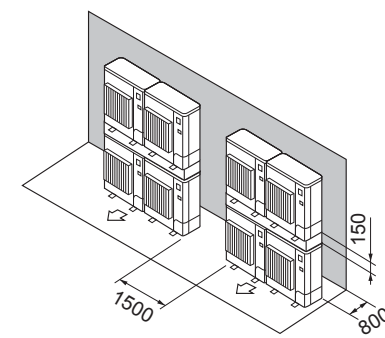

Fig. 2-14
- ⑦ Διάταξη μονάδων σε στοίβα (Fig. 2-14)